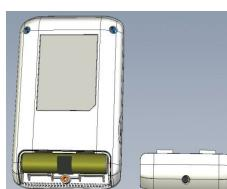
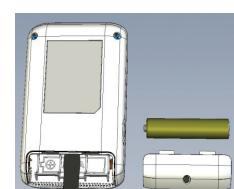

Fig. 1a
Fig. 1b
5.2.1. Para instalar/substituir a bateria, desparafuse e retire a tampa do compartimento da pilha na parte de trás do aparelho (Fig. 1a). Retire a bateria usando a tira de pano incorporada no compartimento; Coloque a nova bateria seguindo as indicações sobre a polaridade da pilha marcadas dentro do compartimento da bateria, (Fig. 1b), recoloque a tampa e aperte o parafuso.